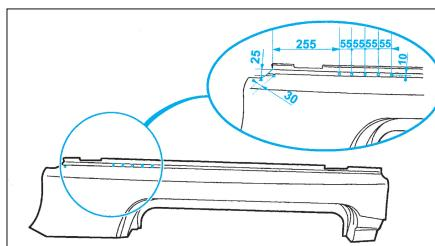

FIG. 89
- Percer suivant figure des trous Ø 8 mm pour soudage ultérieur par points bouchons (Fig.89).